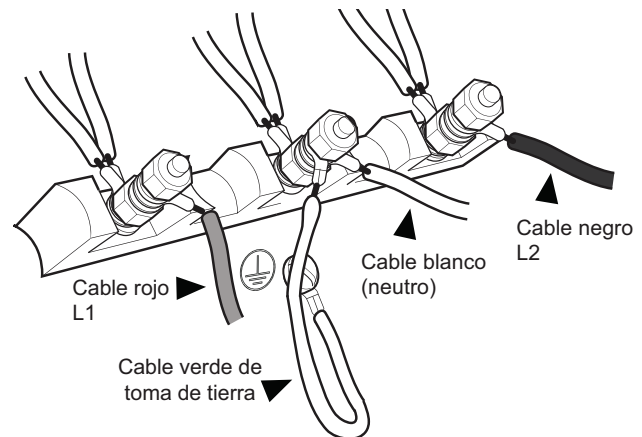

Figura 12: Conexión de 3 cables
4. Fije el cable neutro de tierra del circuito de alimentación al contacto central (color plata) de la caja de conexiones (vea la *Figura 12*).